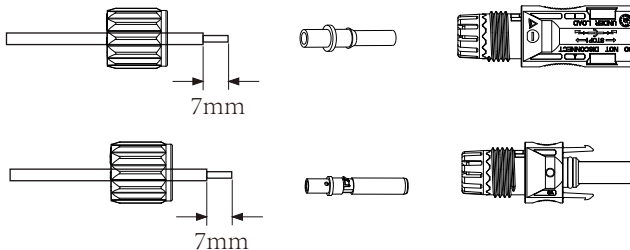

Abb. 5.3 Demontieren Sie die Überwurfmutter des Steckers
- a) Isolieren Sie den PV-Draht 7 mm ab, lösen Sie die Überwurfmutter des MC4-Steckverbinders und führen Sie einen PV-Draht durch die Überwurfmutter des Steckverbinders (siehe Abbildung 5.3). Wiederholen Sie diesen Vorgang mit allen PV-Drähten und achten Sie dabei besonders auf die Polarität des Steckers, besonders auf die Polarität des Steckers.